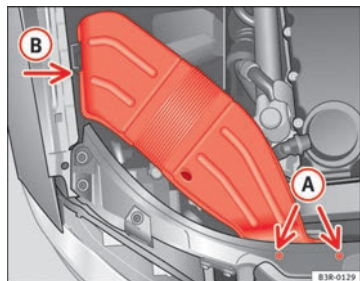

Fig. 217 Conducción de ventilación en el lado derecho del vehículo
- Desenrosque los tornillos **A** ⇒ fig. 217.